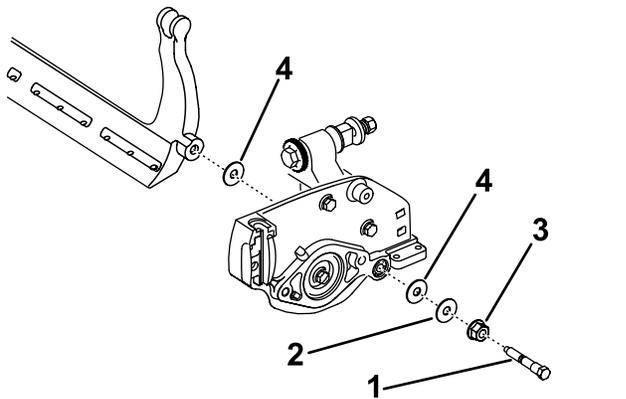

図 19
ベッドバーの両端にそれぞれナイロンワッシャ2枚とスチールワッシャが1枚ずつあるので注意する 図 19。
3. サイドプレートのボスの両側にナイロンワッシャーを入れる。その外側からスチール製ワッシャーを取り付ける (図 19)。